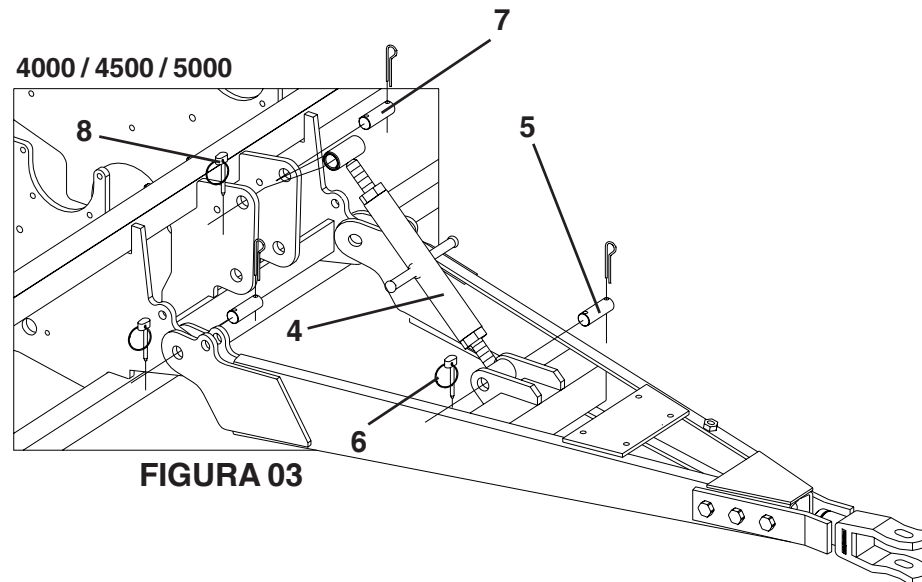

FIGURA 03
2 - Introduza o regulador (4) no cabeçalho fixando com o pino (5) e trava (6) no suporte do montante com o pino (7) e trava (8). (**FIGURA 03**).